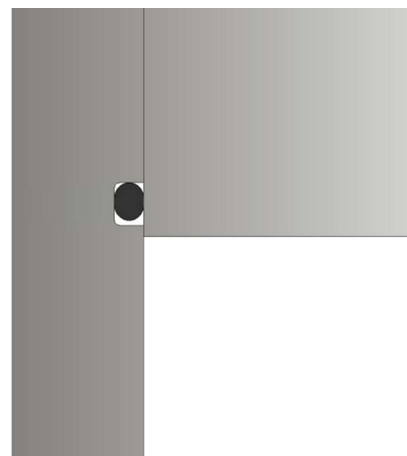

Abbildung 17 – HP & LH Enddeckel
Den O-Ring (120) in die Dichtungsnut des Enddeckels legen und prüfen, ob er richtig sitzt. (Abbildung 17)